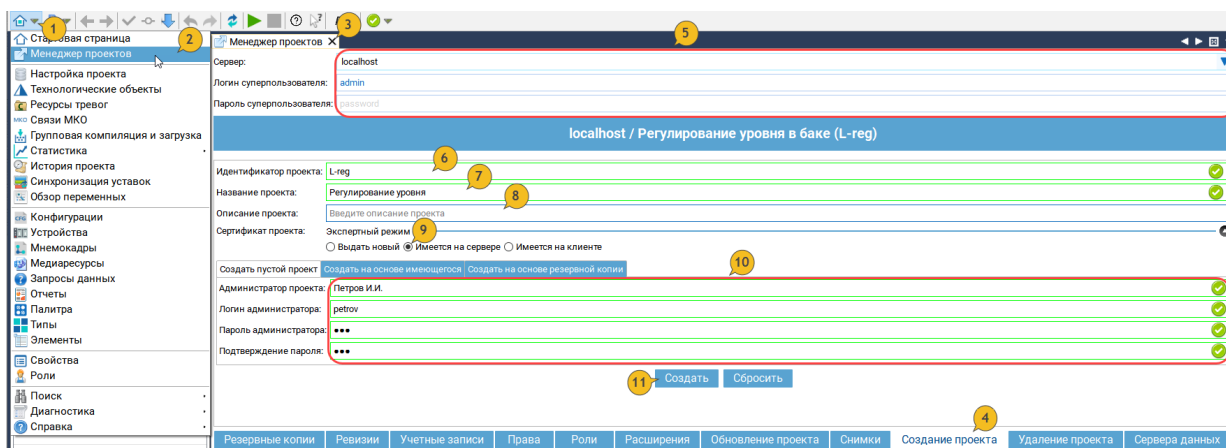

Рисунок 10 - Создание проекта Регулирование уровня в окне Менеджер проектов
Для создания пустого проекта выполните следующие действия (рисунок 10):
- на главной панели инструментов **САПР SCADA-Текон 3.0** нажмите на кнопку **Окна** (1) ;
- в выпадающем меню выберите пункт **Менеджер проектов** (2). В центральной части главного окна появится окно, соответствующее выбранному пункту меню (3);
- перейдите во вкладку **Создание проекта** (4) в нижней части окна **Менеджер проектов**;
- в окне создания нового проекта (**рисунок 10**) укажите данные для подключения к серверу проектов (5):
- укажите **URI** проекта (6) в соответствующем поле - **L-reg**. При этом поле **Название проекта** (7) заполняется автоматически, но имеется возможность его изменения, например, на **Регулирование уровня**;
- заполните поле **Описание проекта** (8). В нем задаётся краткая характеристика проекта, но для заполнения оно необязательно;
- в поле **Сертификат проекта** (9) выберите вариант **Имеется на сервере**;
- задайте логин и пароль администратора в соответствующих полях (10);
- нажмите кнопку **Создать** (11).